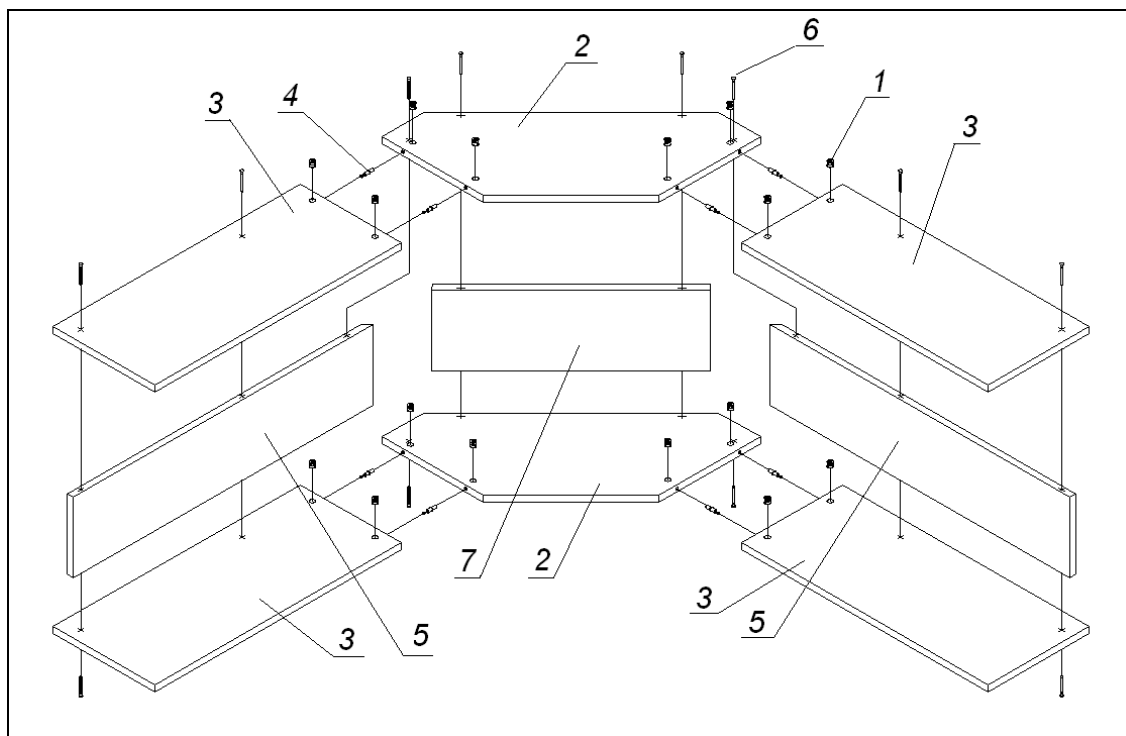

Рис. 44
- используя специальные отверстия в боковинах колонны (2), закрепить направляющие выдвижных ящиков (1) ( если они входят в состав модуля);
- в боковины (2) модуля установить винты эксцентриковых стяжек (3);
- в горизонтальные щиты каркаса вставить шканты (4) и эксцентрики (5);
- закрепить горизонтальные щиты (6) на одной из боковин (2);
- в пазы боковины (2) и крайних горизонтальных щитов (6) вставить ДВП (7);
- присоединить вторую боковину (2);
- вставить эксцентрики (1) в отверстия деталей (2) и (3) (Рис. 44);